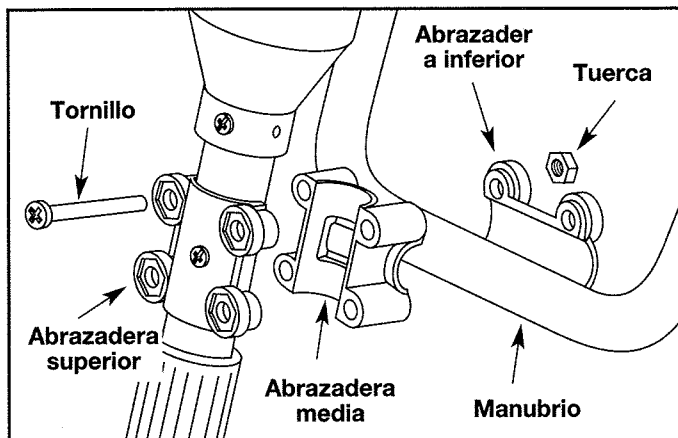
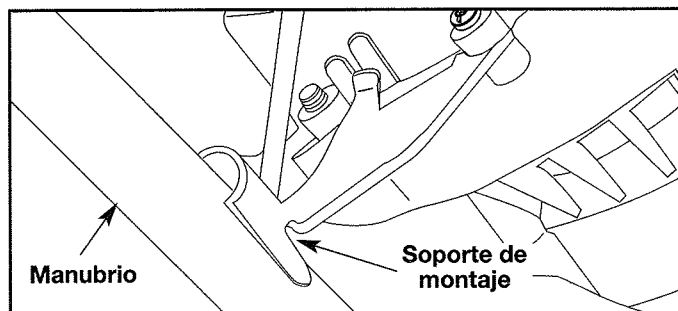

Fig. 4
Fig. 5
1. Coloque el manubrio entre la abrazadera media y la abrazadera inferior (Fig. 4).
3. De a una por vez, sostenga una tuerca hexagonal en el hueco de la abrazadera inferior con un dedo e instale un tornillo a través del ensamble de la abrazadera. Comience el tornillo con un destornillador Phillips grande. Haga lo mismo con las otras tres (3) tuercas y tornillos. No apriete hasta que ajuste la manija.
4. Coloque las dos (2) abrazaderas del manubrio con una a cada lado cerca de la parte superior del manubrio. Gire el manubrio hasta que se fije en la parte exterior de los dos soportes de montaje sobre el motor (Fig. 5).